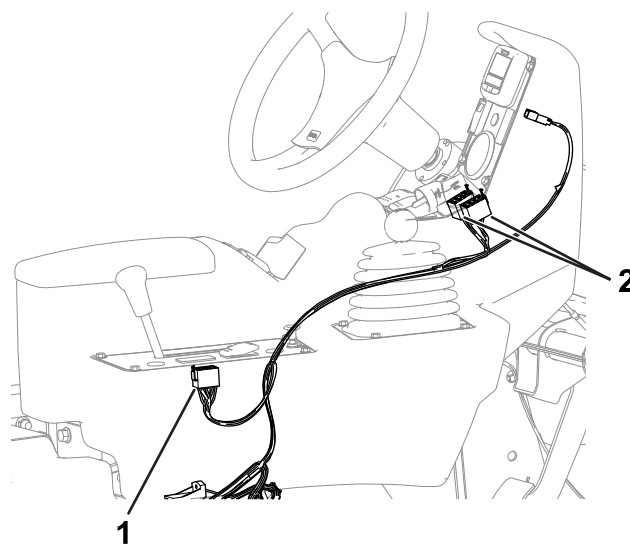

Figure 5
1. Faites passer le connecteur à 8 douilles dans la console (Figure 5).